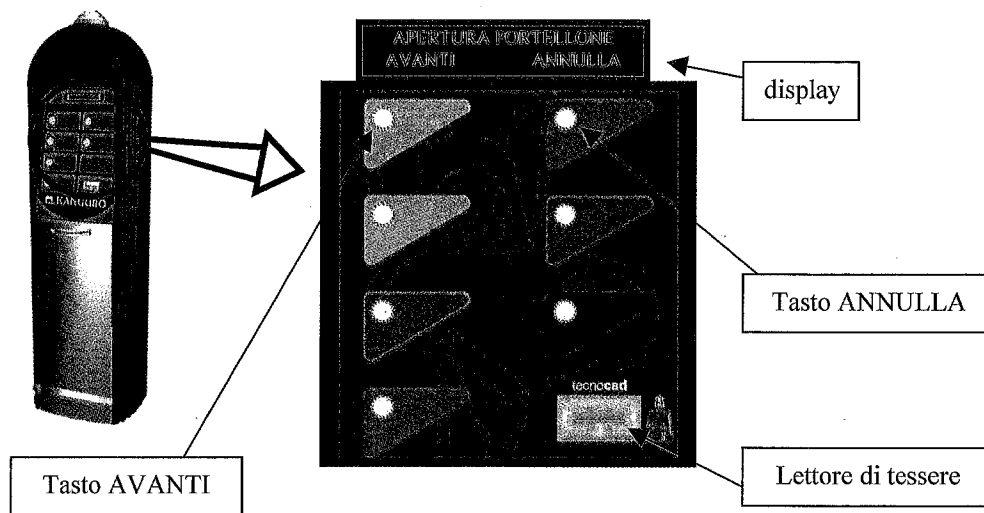

Fig. 3: rappresentazione della tastiera della parte frontale del torrino durante la fase di prelievo.
3. apertura del portellone: sul visore appare la scritta 'Apertura portellone – avanti annulla' (vedi fig. 3). Tenere premuto il pulsante 'Avanti' fino alla totale apertura del portellone. In caso di problemi, fermare il portellone rilasciando il tasto 'Avanti' e poi richiuderlo premendo il tasto 'Annulla'
NOTA: durante le sopra elencate operazioni, accertarsi che il cassonetto venga agganciato bene dall'elevatore (vedi fig. 3) e che venga portato nel proprio vano senza urtare nulla; in caso contrario, interrompere il processo (premere il pulsante 'Stop' di emergenza)
8. successivo prelievo: alla fine del ciclo di discesa del cassonetto, il portellone resta aperto e la macchina rimane in attesa e sul display appare la scritta "continuare prelievo?—avanti—annulla" (come da fig. 3). Premere il tasto: